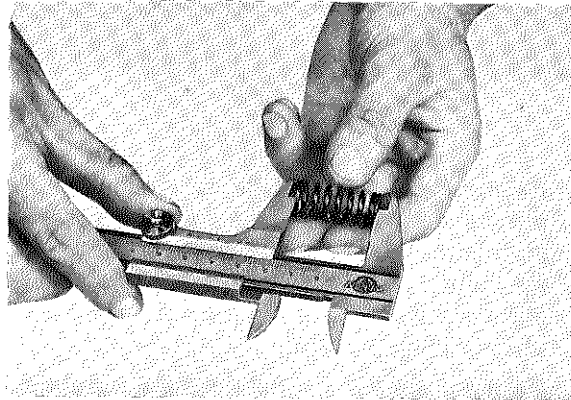

Fig. 3-3-27
9. Measure each clutch spring. If beyond tolerance, replace. (Fig. 3-3-27)
9. Mesurer les ressorts d'embrayage, et les remplacer si leur longueur est inférieure à la limite (Fig. 3-3-27).
9. Alle Kupplungsfedern messen. Falls sie außerhalb der Toleranz liegen, müssen sie ersetzt werden. (Fig. 3-3-27)